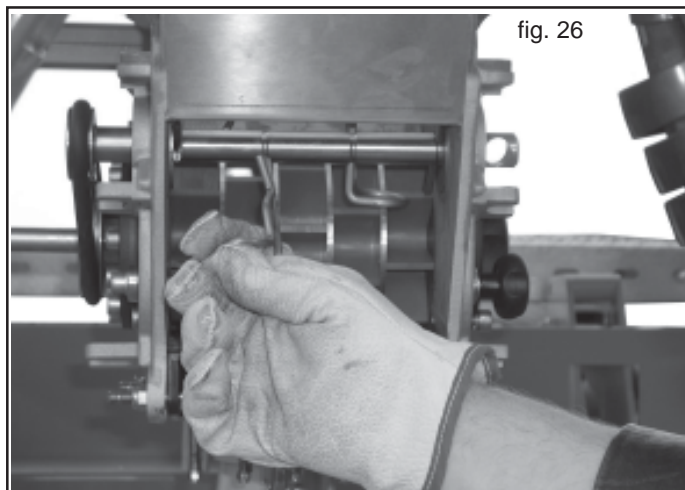

fig. 26
- Per l'estrazione della spilla curvata, è sufficiente sfilarla dall'asse agitatore (Fig. 26).